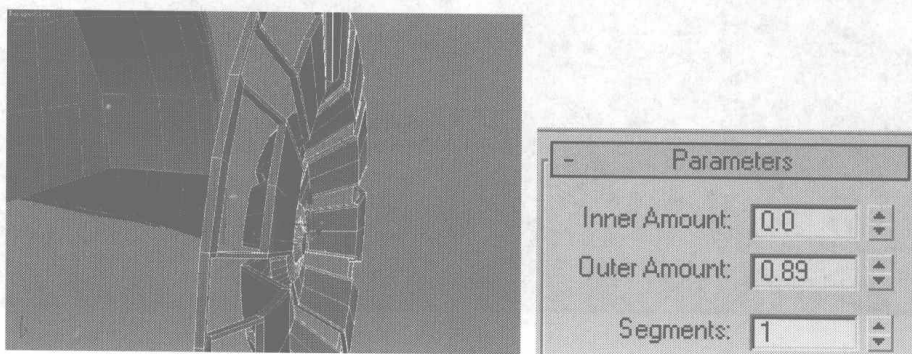

图 7.253
- 20** 退出子物体层级，在 修改面板中，单击命令类型右边的小三角按钮，在弹出的快捷菜单中选择 **Shell** 命令，给物体增加厚度，在卷展栏中设置厚度的增加值，如图 7.253 所示。